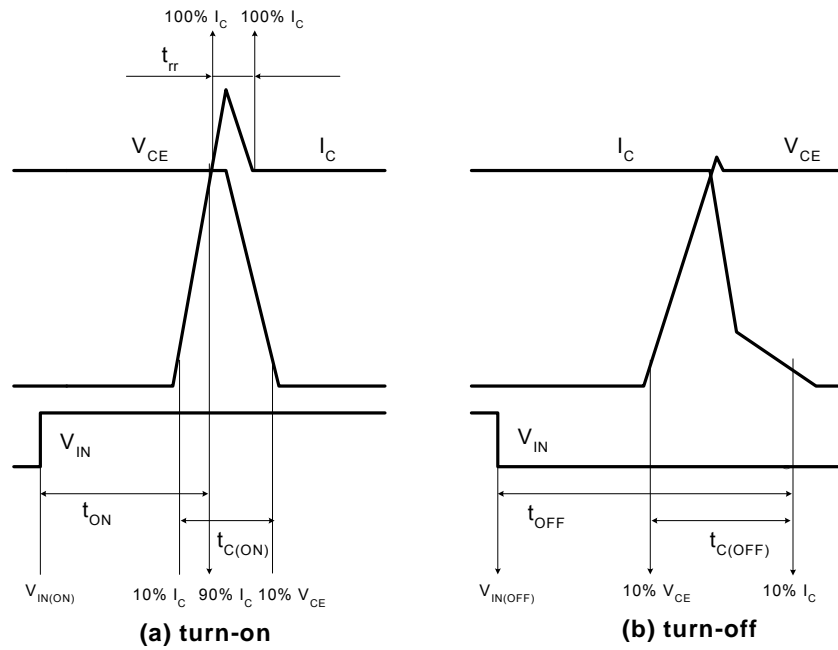

图 4. 开关时间的定义
3. tON 和 tOFF 包括模块内部驱动 IC 的传输延迟时间。tC(ON) 和 tC(OFF) 指在内部给定的栅极驱动条件下, IGBT 本身的开关时间。详细信息, 请参见图 4。